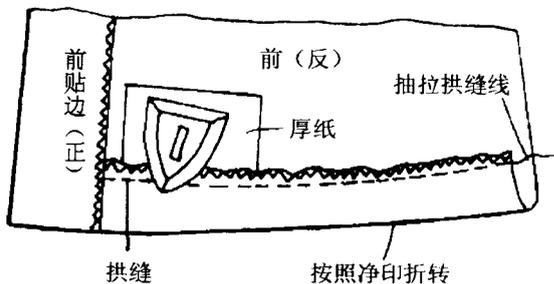

图3-12
12. 先沿底摆贴边边缘拱缝一道线,再按照净印将底摆贴边向裙片反面折转,然后抽拉拱缝线,使贴边边缘长度缩短,直到与其对应的下层裙片长度相等为止。最后用熨斗将底摆贴边边缘熨烫定型。见图 3-12。